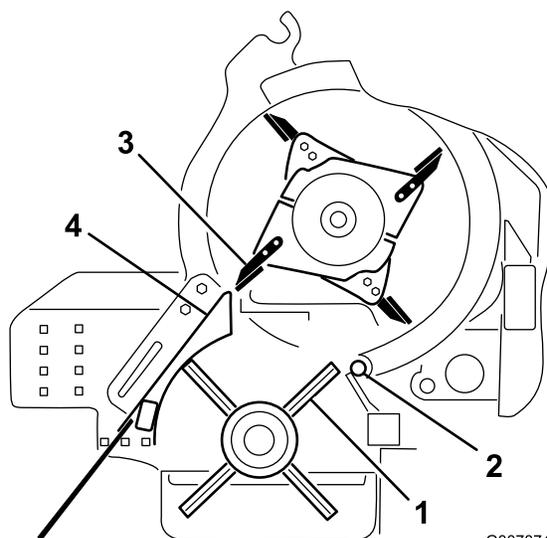

図 58
4. ブラシ・プーリを回して、ブラシの列を回転コーナーに整列させる (図 58)。
5. チョッパーを回して、ブレードの刃先をブラシ・ハウジングの外側にそろえる (図 58)。